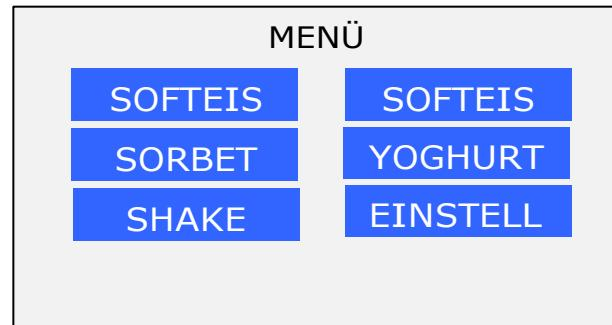

Abb. 7
- Beim Einschalten der Maschine erscheint das Haupt-Auswahlmenü (Abb. 7). Bei Betätigung einer der Tasten für die eingestellten Produkte wird die Zubereitungsphase dieses Produkts eingeleitet (beispielsweise SPEISEEIS) und die Maschine arbeitet aufgrund der Parameter, die für das gewählte Produkt voreingestellt wurden.
Sofern vor dem Betrieb der Maschine besondere Parameter eingestellt werden sollen, muss gleich nach dem Einschalten der Maschine das EINGABE- Menü (Abb. 7) aufgerufen und das Produkt gewählt werden, dessen Parameter geändert werden sollen (Abb. 17).